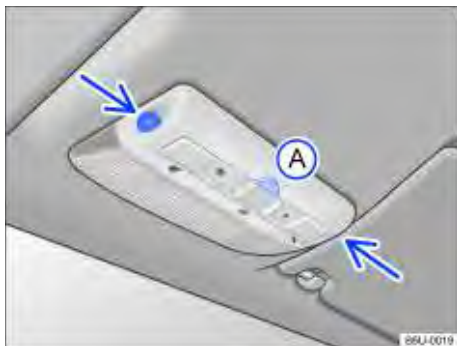

Fig. 30 No console do teto: sensores de monitoramento do interior do veículo e tecla (A) para desligar o monitoramento do interior do veículo.
O monitoramento do interior do veículo dispara o alarme com o veículo travado, se reconhecer movimentos no interior do veículo. O sensor e o receptor estão localizados no conjunto da lanterna de leitura ⇒ Fig. 30 (setas).
- Pressionar a tecla ⇒ Fig. 30(A). No painel de instrumentos, a luz de controle  permanecerá acesa.